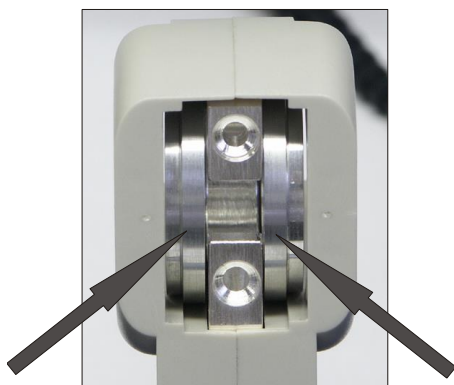

Fig. 1 Logement de la tête de mesure avec les bagues posées
- Placer les bagues de montage à gauche et à droite dans le logement de la tête de mesure (cf. fig. 1).